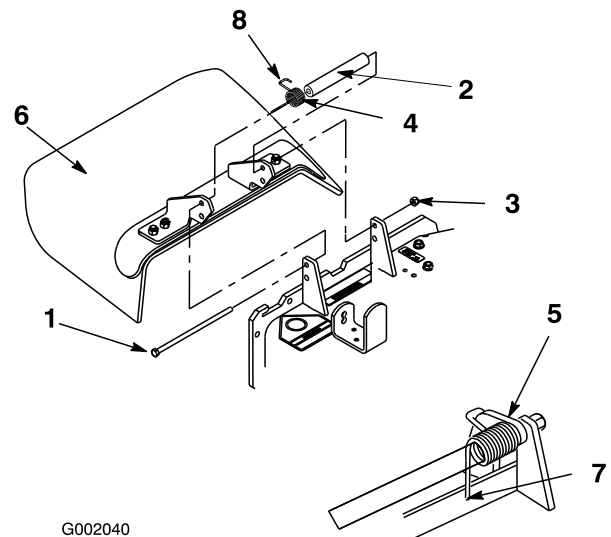

Figure 71
1. Retirez le contre-écrou, le boulon, le ressort et l'entretoise qui fixent le déflecteur aux supports de pivot (Figure 71). Enlevez le déflecteur s'il est endommagé ou usé.
- Remarque:** Prenez soin de placer l'extrémité en **L** du ressort derrière le bord du tablier avant de mettre le boulon en place, comme indiqué à la Figure 71.
3. Remettez le boulon et l'écrou. Accrochez l'extrémité en **J** du ressort au déflecteur d'herbe (Figure 71).